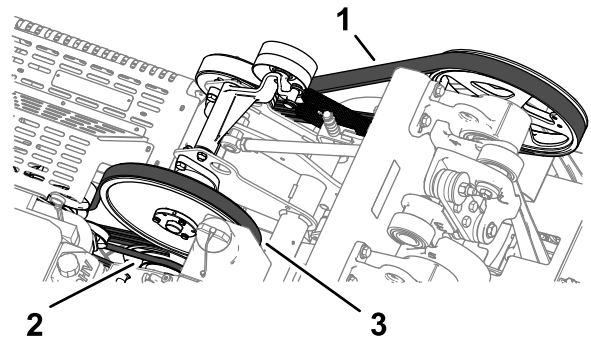

Bild 175
2. Untersuchen Sie die Riemen der Hydraulikpumpe, der Hubwelle und der Kurbelwelle (**Bild 175**) auf Schäden, Verschleiß, übermäßige Risse oder große eingedrückte Fremdkörper.